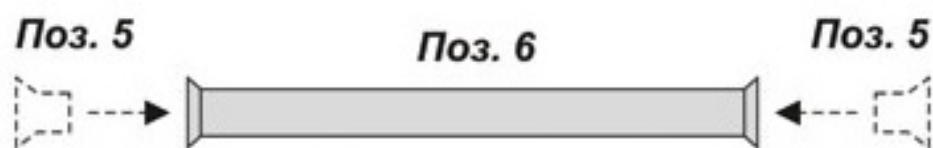

рисунок 3
4.1. В пластмассовую распорку (поз. 6) установить пластиковые декоративные втулки (поз. 5) (см. рис. 3).